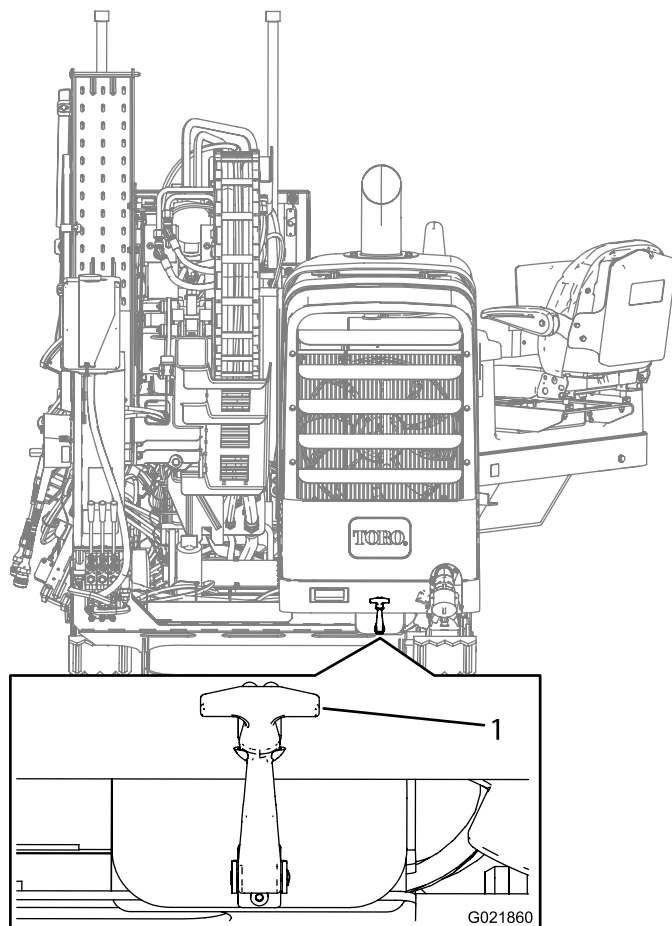

**Figure 97**
2. Tirez le verrou du capot (Figure 97).